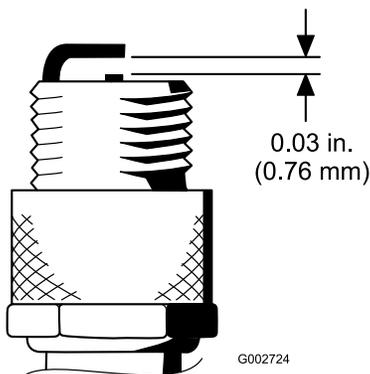

图30
4. 如图30所示将中心电极与侧电极之间的空隙设置为 0.76mm。